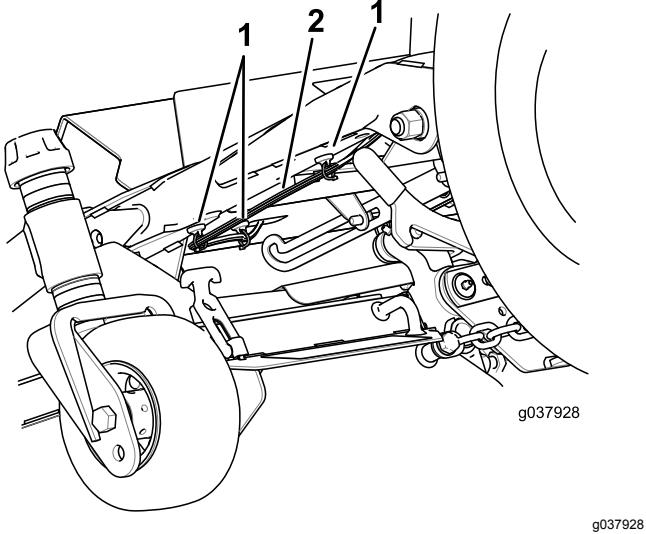

Figure 16
- Attachez le faisceau de câblage avec les supports magnétiques montrés à la Figure 16.